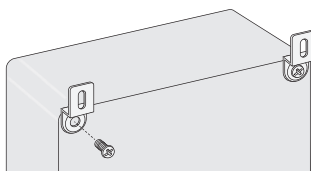

Figura 4 – Montaje de la Caja
1. Fije los soportes de montaje a la parte posterior de la caja con los cuatro tornillos suministrados tal como se muestra en la Figura 4.